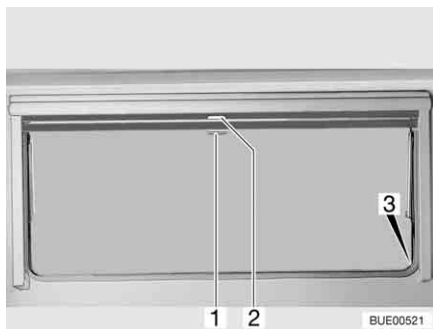

Fig. 35 Finestra apribile
- Tirare verso il basso l'oscurante a rullo accompagnandolo con la maniglia (Fig. 35,2). Quando si chiude completamente l'oscurante a rullo esso va agganciato da entrambi i lati al telaio della finestra nell'apposito elemento di fissaggio (Fig. 35,3).
- Quando l'oscurante a rullo è completamente chiuso: Spingere la maniglia (Fig. 35,2) verso il basso tirandola leggermente verso l'interno. Sganciare l'oscurante a rullo dagli elementi di fissaggio a destra e a sinistra del telaio della finestra.
- Quando l'oscurante a rullo si trova in posizione intermedia: Tirare la maniglia (Fig. 35,2) leggermente verso il basso finché l'elemento di fissaggio non si è sganciato.
- Tirare la maniglia (Fig. 35,1) della zanzariera a rullo verso il basso e agganciarla all'elemento di fissaggio (Fig. 35,3) su entrambi i lati del telaio della finestra.
- Spingere la maniglia (Fig. 35,1) verso il basso tirandola leggermente verso l'interno. Sganciare la zanzariera a rullo dagli elementi di fissaggio a destra e a sinistra del telaio della finestra.